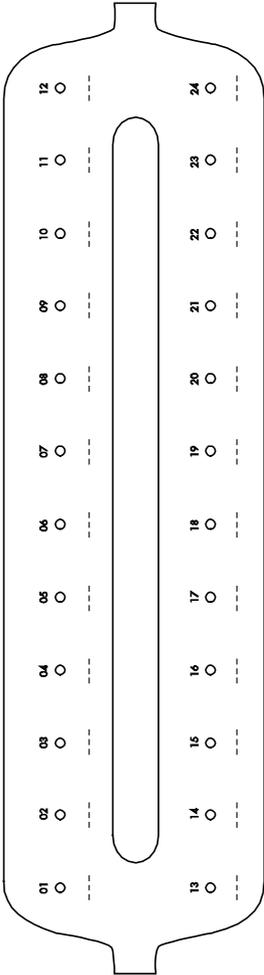

图 3. 用于 QIAvac 24 Plus 真空系统的裂解管 (LT)、洗脱管 (ET) 和 QIAamp Mini 离心柱的标记方案。
如果使用 QIAvac 24 Plus 真空系统实施真空程序，我们建议按照图 3 中的方案（见下页）标记裂解管 (LT)、洗脱管 (ET) 和 QIAamp Mini 离心柱，以避免样本混淆。该图可以复印，并用样本名称标记。如果使用其他真空系统或使用离心程序，我们建议使用相似的方案。